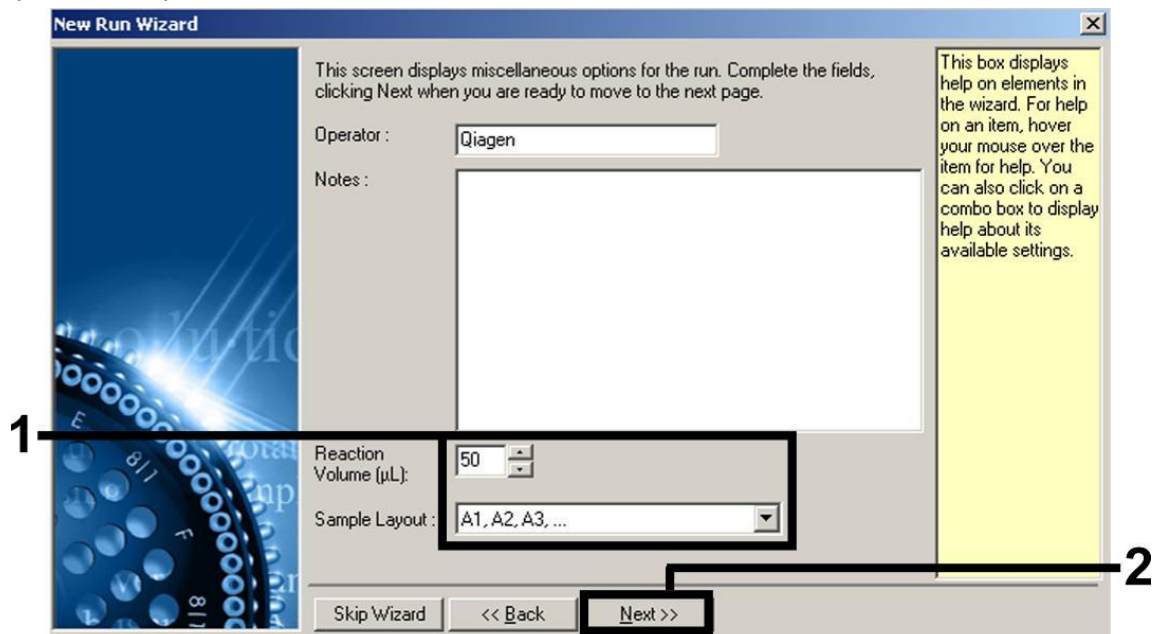

Figura 2. Impostazione dei parametri generali del test.
7. Selezionare 50 per il volume di reazione PCR e cliccare su “Next” (Figura 2).